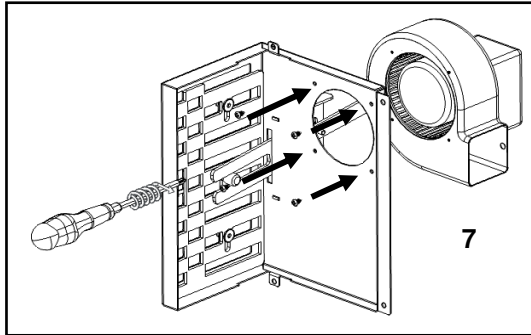

Figura 33 - Fixação apoio com o ventilador
j) Na parte posterior do equipamento remover a tampa assinalada na figura 33, cortando nas zonas assinaladas com um alicete de corte **(9)**.